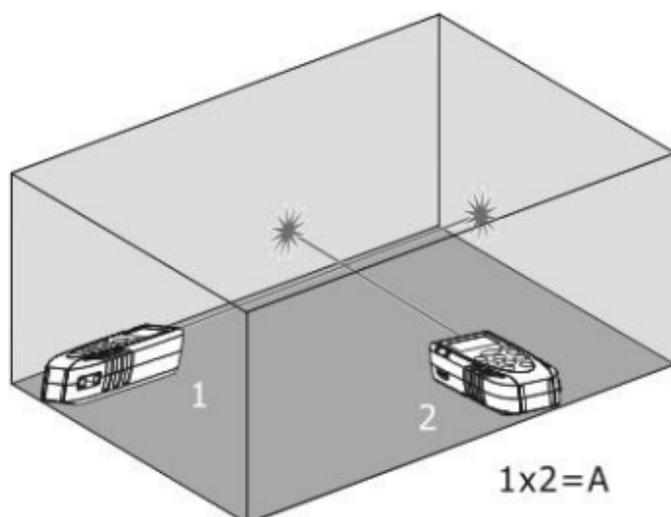

Fig. 5 : Exemple de mesure d'Aire
3. Appuyer sur la touche  pour exécuter la première mesure (longueur) de la surface en question (voir Fig. 5). La valeur correspondante est insérée dans le premier écran partiel. Le symbole «  » s'affiche à l'écran avec côté « 2 » clignotant.
4. Appuyer à nouveau sur la touche  pour exécuter la deuxième mesure (largeur) de la surface en question (voir Fig. 5). La valeur correspondante est affichée au deuxième écran partiel, tandis que la valeur totale de l'aire (mise à jour) est reportée dans l'écran résultant.